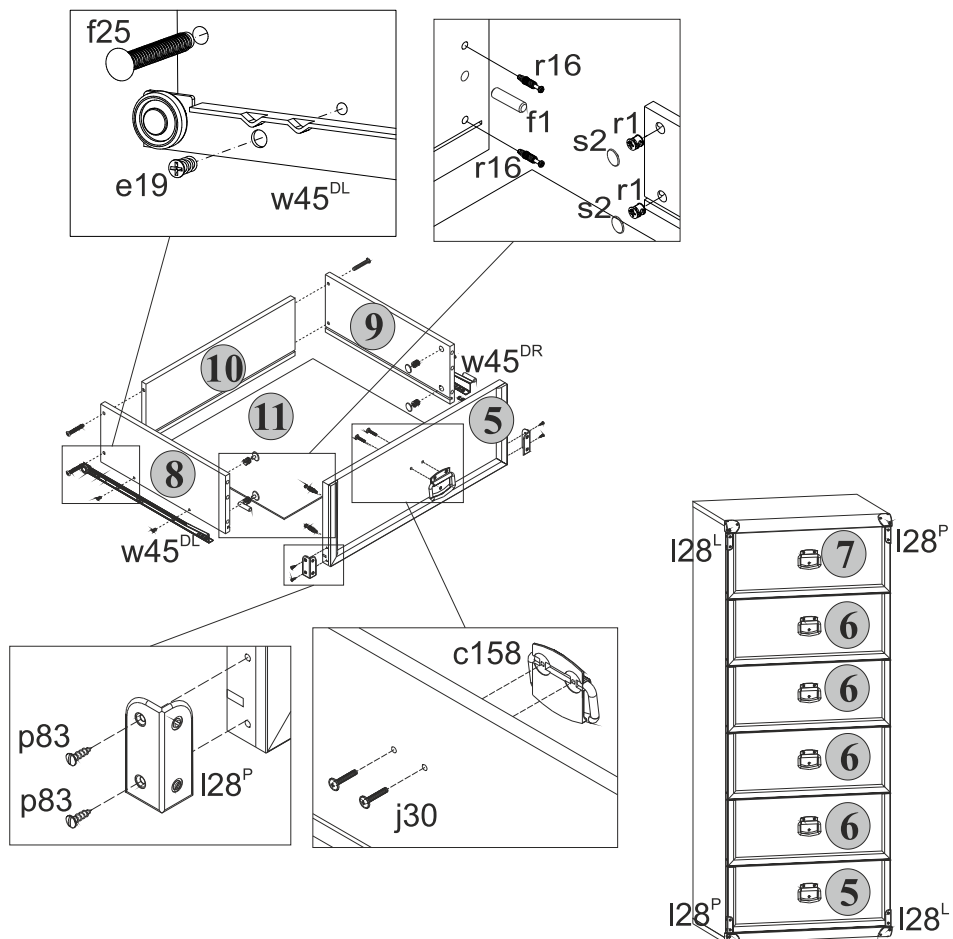

Рис. 3
5.12 В отверстия диаметром **8 мм** на передних кромках стенок боковых **8** и **9** корпусов выдвижных ящиков вбить деревянные шканты **f1** (**см.рис.3**).
5.13 В отверстия диаметром **15 мм** на внутренних поверхностях стенок боковых **8** и **9** корпусов выдвижных ящиков вставить стяжки эксцентриковые **r1** (**см.рис.3**).
5.14 В отверстия диаметром **5 мм** на внутренних поверхностях панелей передних **5, 6** и **7** ящиков выдвижных с помощью крестообразной отвертки вкрутить винты стяжки **r16** (**см.рис.3**).
5.16 Соединить панель переднюю **5** с корпусом ящика выдвижного и затянуть стяжки эксцентриковые **r1**, пользуясь специальным ключом **z1**. Закрывать стяжки эксцентриковые заглушками **s2** (**см.рис.3**).
5.18 Соединить панели передние **6** с корпусами ящиков выдвижных и затянуть стяжки эксцентриковые **r1**, пользуясь специальным ключом **z1**. Закрывать стяжки эксцентриковые заглушками **s2** (**см.рис.3**).
5.19 Соединить панель переднюю **7** с корпусом ящика выдвижного и затянуть стяжки эксцентриковые **r1**, пользуясь специальным ключом **z1**. Закрывать стяжки эксцентриковые заглушками **s2** (**см.рис.3**).